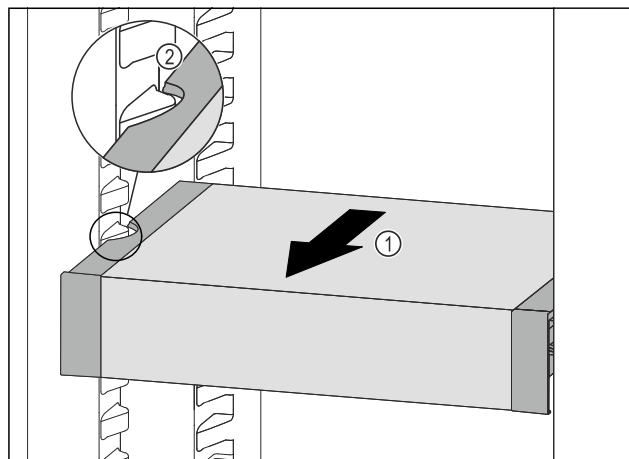

Fig. 92
- ▶ Táhněte VarioSafe dopředu Fig. 92 (1), dokud nebudou boční vybrání VarioSafe na úrovni žebrování na nádoby v chladničce. Fig. 92 (2)